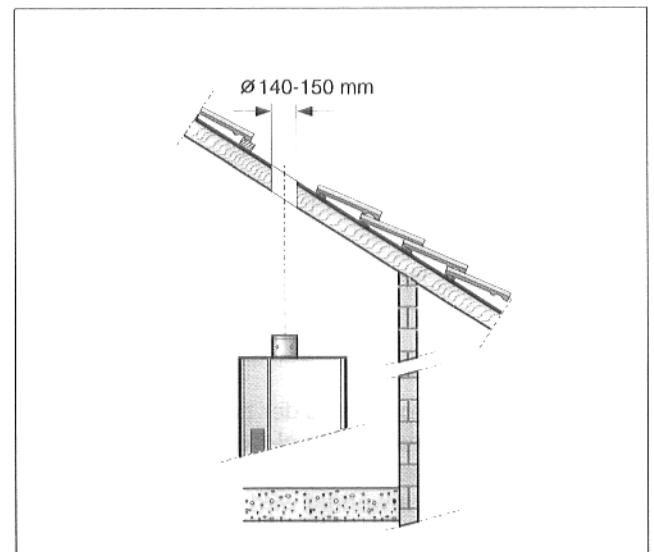

Abb. 9 Dachdurchbruch
- Dachziegelreihe senkrecht über dem Abgasstutzen des Heizkessels auswählen und Dachziegel entfernen (Abb. 9).
- Loch \varnothing 140 – 150 mm bohren (Abb. 9). Dachneigung beachten!